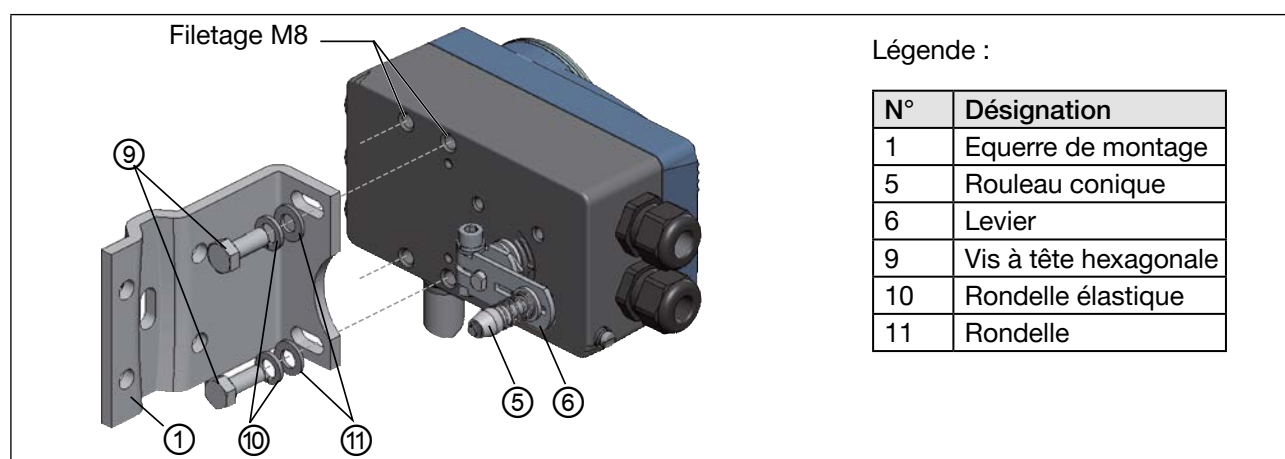

Figure 15 : Fixer l'équerre de montage
→ Fixer l'équerre de montage ① avec les vis à tête hexagonale ⑨, la rondelle élastique ⑩ et les rondelles ⑪ au dos du type 8792/8793 (voir "Figure 15").
Le rouleau conique ⑤ sur le levier ⑥ du capteur de déplacement doit pouvoir se déplacer librement (voir "Figure 15") tout le long de la course sur l'actionneur.